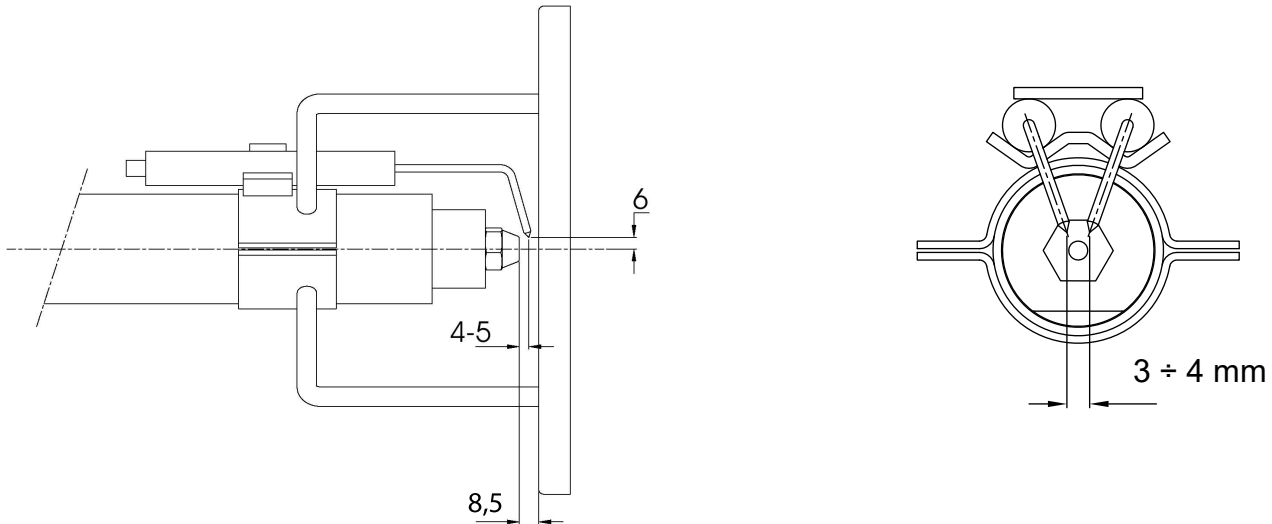

Fig. 15
- Desmontaje, examen y limpieza cabeza de combustión (pag. 35), durante el montaje respetar escrupulosamente las tolerancia explicadas en Fig. 15.
- Examen electrodos de encendido y su correspondiente aislamiento cerámico, limpieza inspección y si es necesario sustitución (ver Fig. 15).